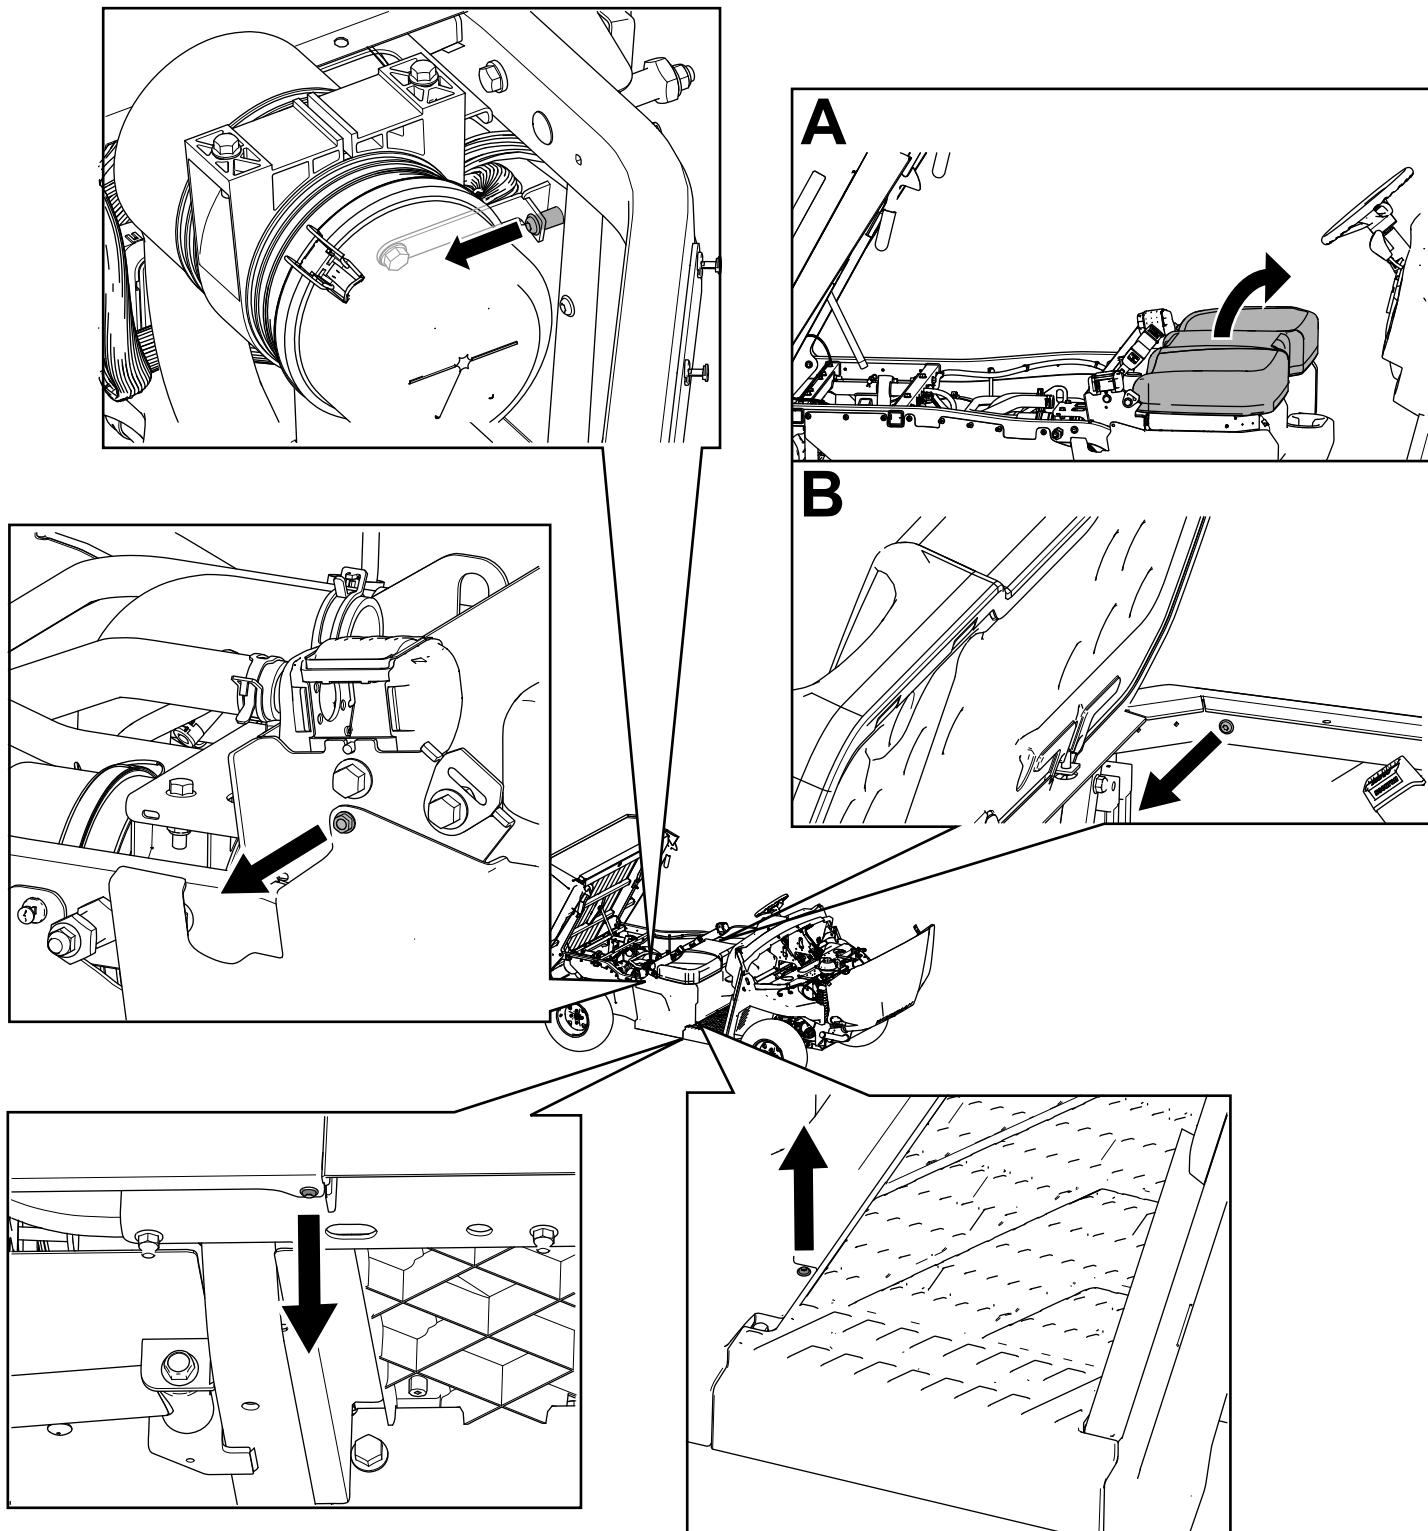

Figura 9
3. Retire los pernos de cabeza hexagonal con arandela prensada ( $\frac{1}{4}$ " x  $\frac{3}{4}$ ") y las fijaciones Torx T30 de los paneles derecho e izquierdo de la base del asiento (Figura 9).